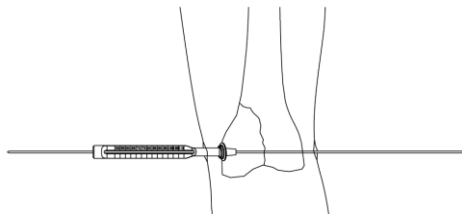

図 3-1
①顆部スクリュー用デプスゲージのスケール側にてワッシャーサイズの確認を内・外側で行います。（図 3-1）